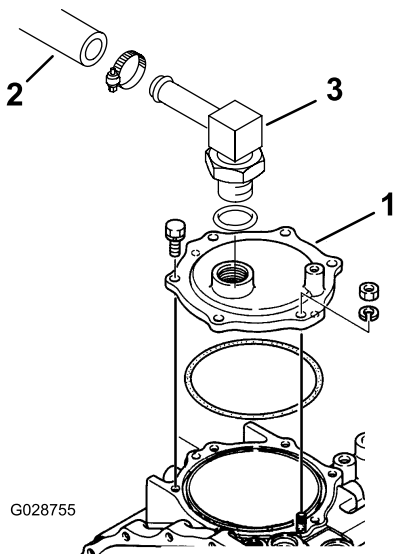

図 16
- 1. 油圧ホースをトランスアクスルカバープレートのフィッティングから外す (図 16)。